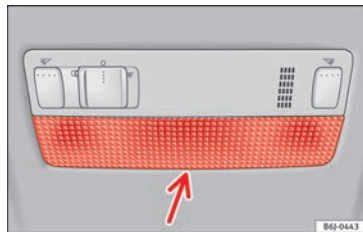

Bild 109 Främre läslampa
- För in en liten skruvmejsel mellan huset och glaset » **bild 109**.